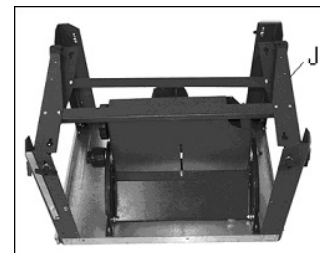

Рис. 2
- выровняйте ножки (J, Рис.2) и крепко затяните гайки.